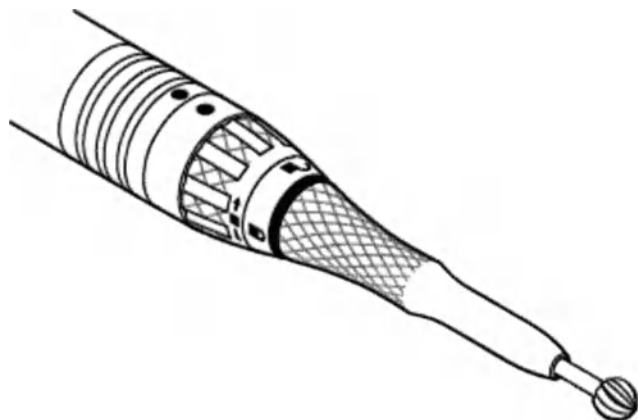

Рис. 2. Установка насадки или режущего инструмента
2. Надежно установить насадку или режущий инструмент на двигатель (рис. 2). См. инструкцию по эксплуатации, прилагаемую к насадке.